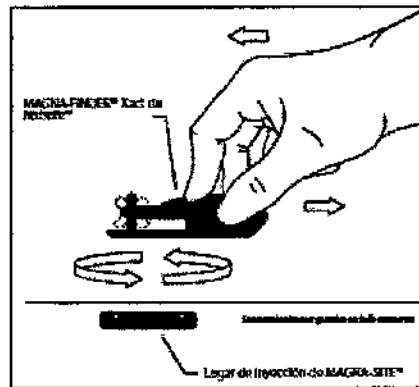

Figura 1
c) Coloque el localizador MAGNA-FINDER™ Xact sobre el tejido, recubriendo el expansor tisular **NATRELLE™ 133** implantado. Mueva lentamente la base del MAGNA-FINDER™ Xact en forma circular sobre la superficie del tejido, como se muestra en la figura 1, hasta que el imán del MAGNA-FINDER™ Xact detecte (apunte) la posición del punto de inyección sobre una superficie.